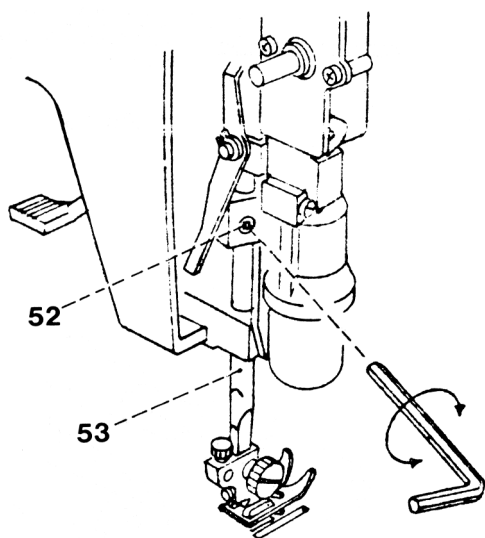

Рис. 15
При поднятом вверх рычаге подъема лапки расстояние между игольной пластинкой и лапкой для стежка “зиг-заг” должно составлять 6,0 мм (рис. 15а).
- Установить под лапку мостовой шаблон (01-066141-00), как показано на рис. 15а.
- Ослабить винт 52 при помощи гаечного ключа размером 2,0 мм (рис. 15).
- Установить мостовой шаблон под лапку для стежка “зиг-заг”; как показано на рис. 15а.
Рис. 15а